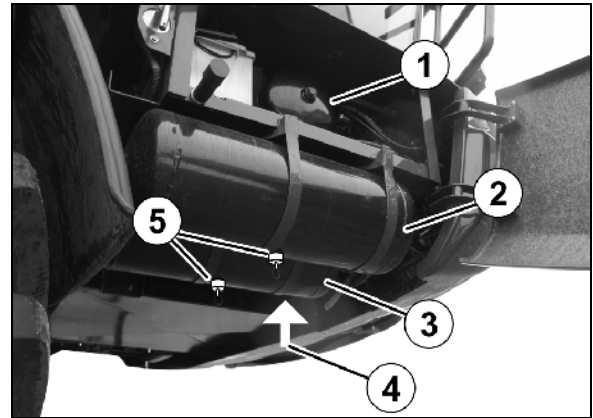

Fig. 154
I alt befinder der sig fire luftbeholdere under kabinen bagved den højre serviceklap (Fig. 154/1-4)
1. Træk aftapningsventilen (Fig. 154/5) ud til siden via ringen, til der ikke løber mere vand ud af luftbeholderne.